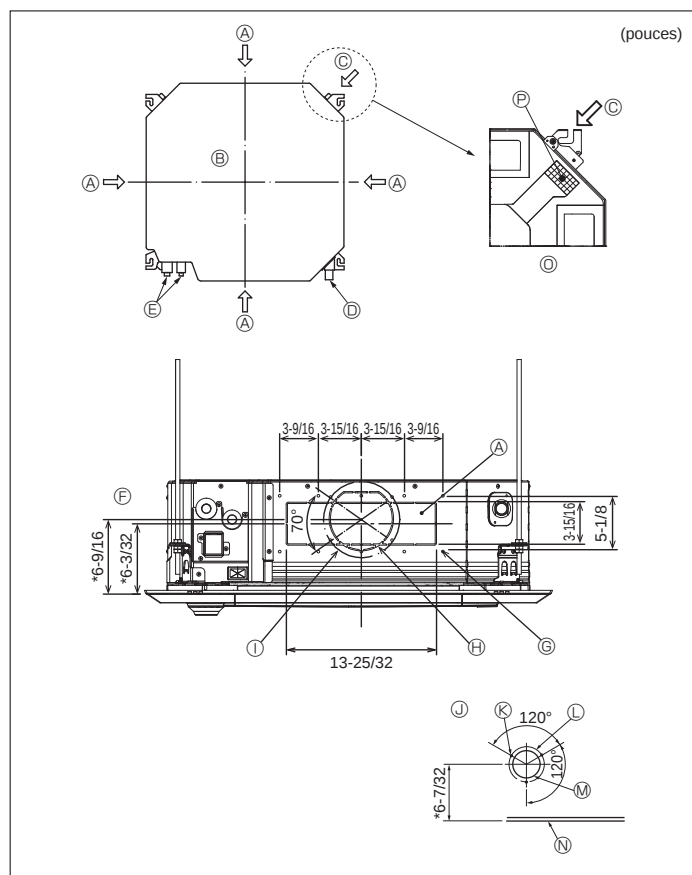

Fig. 2-3
2.3. Trou du conduit secondaire et trou d'admission d'air frais (Fig. 2-3)
Au moment de l'installation, utilisez les trous des conduits (découpes) situés au niveau des positions illustrées sur la Fig. 2-3, de la manière requise et au moment nécessaire.